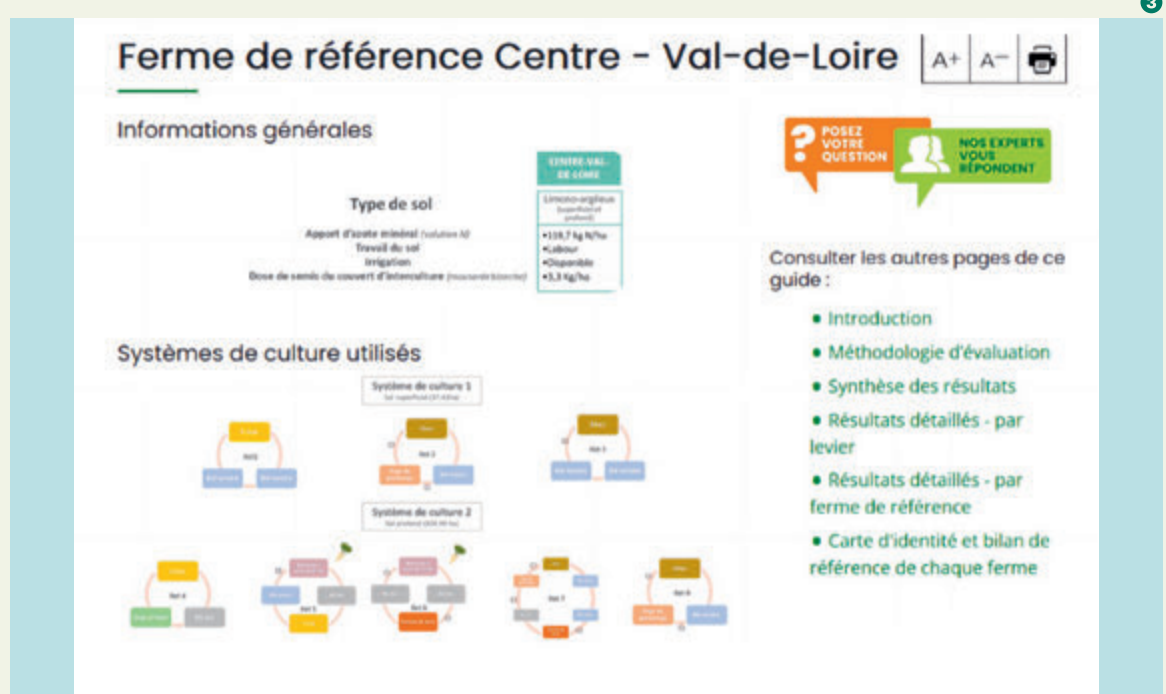

Figure 4
Dates de début de période à risque entre 2010 et 2020 à Troyes (10) (figure 4)
Tous les agriculteurs betteraviers, les entrepreneurs et gérants de Cuma, ont encore en mémoire les arrachages de l'année dernière qui sont devenus rapidement délicats à partir de fin octobre. Toutefois, la situation de 2023 reste exceptionnelle au regard des années précédentes. Les travaux du projet Prévibest ont permis d'estimer, pour la période 2010 – 2020, la date limite à laquelle un chantier d'arrachage avec une intégrale 2 essieux à pleine charge devenait problématique vis-à-vis du tassement en profondeur et ce jusqu'à la fin de la campagne (voir figure 4 tassement en dessous de la profondeur de labour définie arbitrairement à 20 cm) dans la région de Troyes. La date moyenne sur 10 ans s'établit au 20 novembre, date à laquelle une grande partie de la sole betteravière a déjà été arrachée. Seules deux années (2013 et 2014) montrent des dates limites précoces dans la saison. La tendance de ces dernières années affiche plutôt des dates limites à partir de début décembre. Les résultats avec une intégrale 3 essieux (et des charges à la roue plus faibles) présentent des dates encore plus tardives.
Concernant le choix de leviers bas carbone, les travaux se sont focalisés sur des pratiques qui n'impactent pas la productivité betteravière. Ces leviers - appliqués uniquement sur la sole betteravière - doivent idéalement permettre d'améliorer l'empreinte carbone de la betterave en réduisant les émissions de gaz à effet de serre (GES) et/ou augmentant le stockage de carbone dans le sol (figure 4).